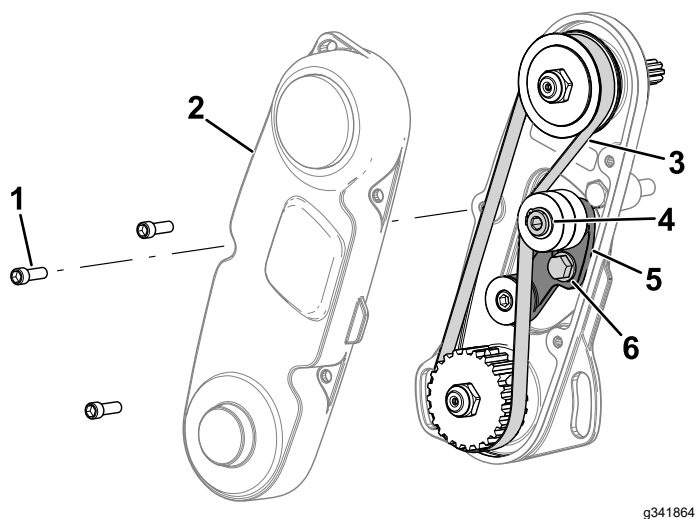

図 14
3. ビーム型トルクレンチを使って、上部アイドラーアーム内部ネジに 67 N·m (0.650.76 kg·m) の力を加える (図 14)。